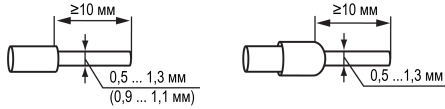

Рисунок 5 – Характеристики кабелей
- Многожильные медные кабели, концы которых перед подключением следует тщательно зачистить и облудить. Диаметр многожильного кабеля после лужения 0,9 мм (17 жил, AWG 22) или 1,1 мм (21 жила, AWG 20), длина лужения не менее 10 мм (см. рисунок 5).
- Кабельные наконечники (входят в комплект поставки), с длиной коннекторов не менее 10 мм (см. рисунок 5).